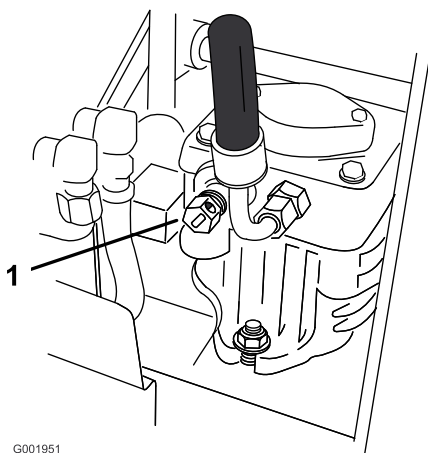

Figure 12
2. Ouvrez les vannes de dérivation des deux pompes en les tournant 1 à 2 fois dans le sens antihoraire. Cela permet au liquide hydraulique de contourner les pompes et aux roues de tourner (Figure 12).